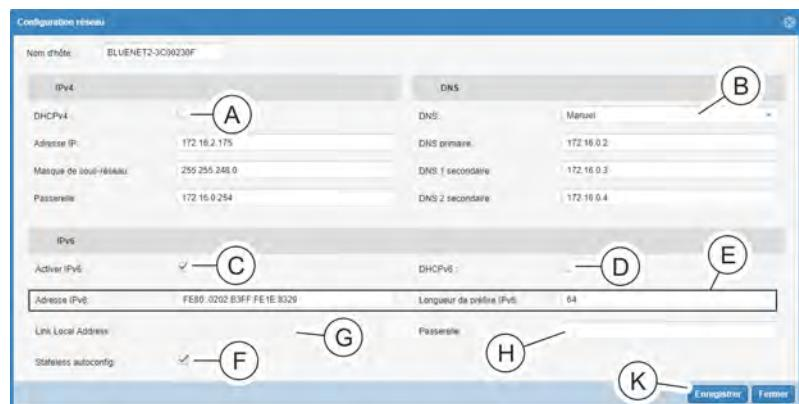

Fig. 135 : Fenêtre « Configuration réseau »
2. ➤ Dans la fenêtre « Configuration réseau », section « IPv4 », cocher la case « DHCPv4 » (Fig. 135 /Ⓐ).
Sélectionner le paramètre « Privilégier DHCPv4 » ou « Privilégier DHCPv6 » dans la section « DNS » (Fig. 135 /Ⓑ).
4. ➤ Cocher si nécessaire la case « Activer IPv6 » (Fig. 135 /Ⓒ) dans la section « IPv6 ». Quand « IPv6 » est activé, une « Link Local Address » (Fig. 135 /Ⓓ) est automatiquement attribuée au PDU.
5. ➔ Quand la case « *Activer IPv6* » est cochée, cocher si nécessaire la case « *DHCPv6* » (Fig. 135 /⑩).
Il est également possible de ne pas cocher la case « *DHCPv6* » et de saisir manuellement l'adresse IPv6 et la longueur de préfixe IPv6 (Fig. 135 ⑪).
6. ➔ Le cas échéant, saisir une passerelle dans la section « *IPv6* » (Fig. 135 /⑫).
7. ➔ Le cas échéant, cocher la case « *Stateless autoconfig* » dans la section « *IPv6* » (Fig. 135 /⑬).
8. ➔ Appuyer sur le bouton « *Enregistrer* » (Fig. 135 /⑭) pour confirmer la saisie.